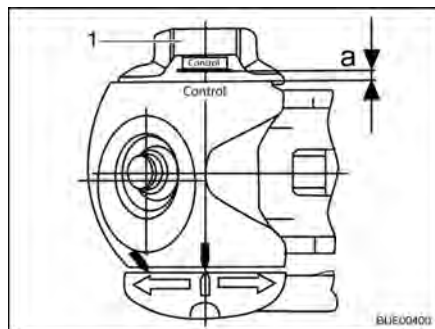

Fig. 193 Controllo usura
- Ruotare completamente la manovella (Fig. 193,1) finché non si sente la limitazione delle coppia grattare in modo percepibile. Direzione di rotazione: In senso orario.
- Distanza  $a > 0$  (Fig. 193): Usura all'interno del settore ammesso.